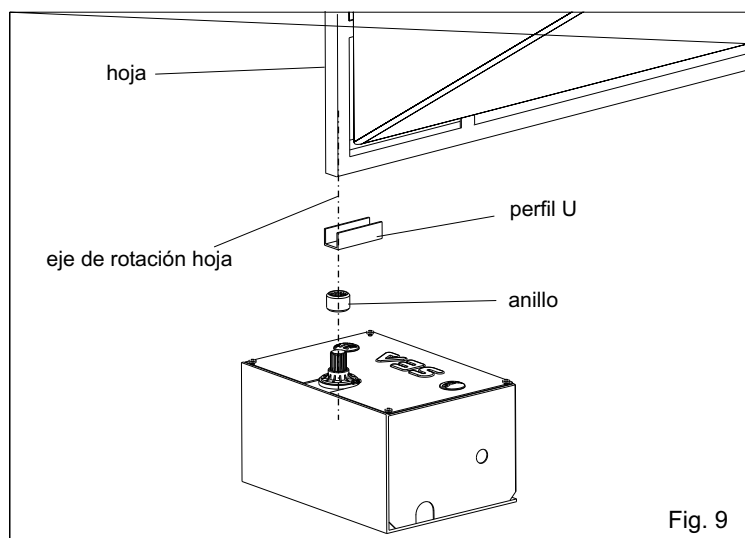

Fig. 9
3.2. poner el anillo sobre el perfil U haciendo referencia al eje de rotación del gozne de la hoja (Fig. 9);